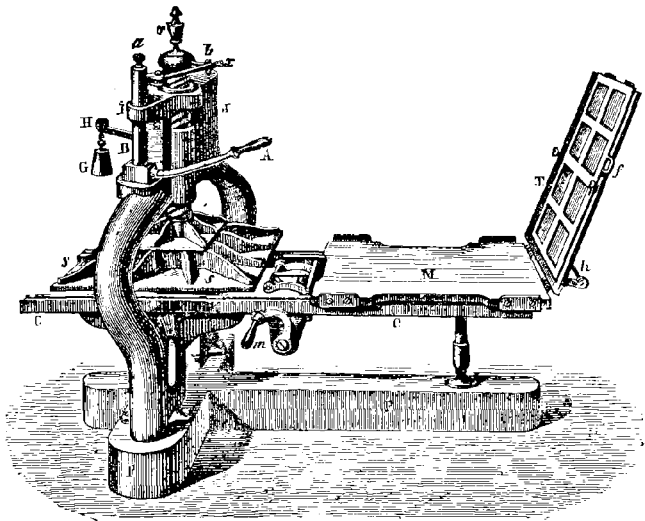

Fig. 38.
4. La *fig. 38* représente la **presse Stanhope**. On y dis-